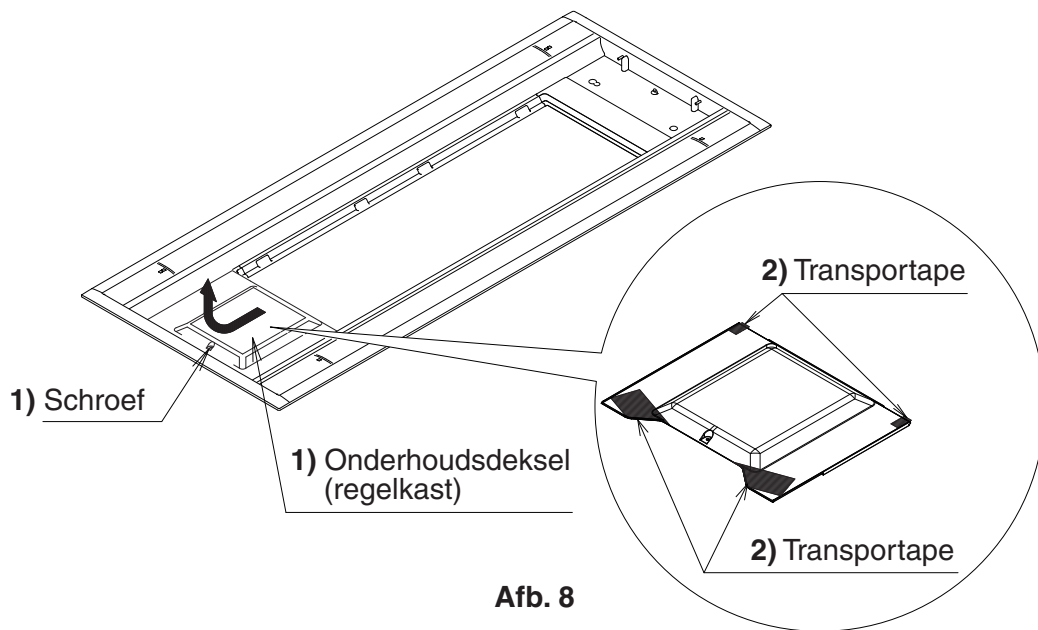

Afb. 5
- 3) Open het aanzuigpaneel (ongeveer 45 graden) en verwijder de andere kant. (Zie Afb. 5)